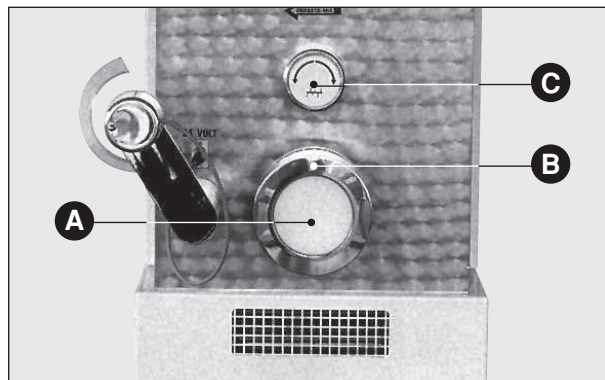

Fig. 3
- s'assurer également que le bouchon en plastique (**Fig. 3 A**) qui remplace la filière est bien positionné, et que la douille (**Fig. 3 B**) est bien vissée;
- enfin, bloquer énergiquement le malaxeur dans son logement au moyen le bouton sur le devant de la machine (**Fig. 3 C**).